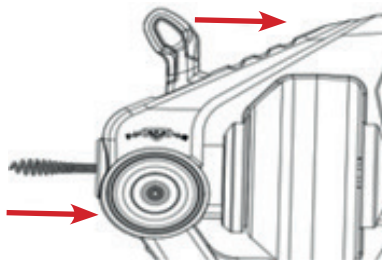

Fig. 7
- L'albero a spirale è condotto verso l'esterno nella parte anteriore (fig. 7).